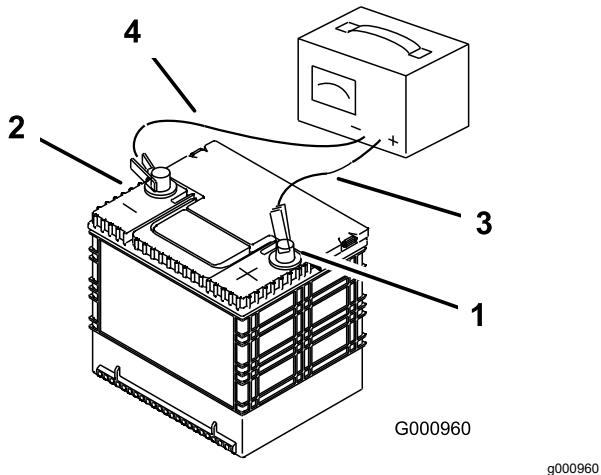

Figura 55
- Quando la batteria è completamente carica, staccate il caricabatterie dalla presa elettrica e scollegate i cavi di ricarica dai poli della batteria (Figura 55).